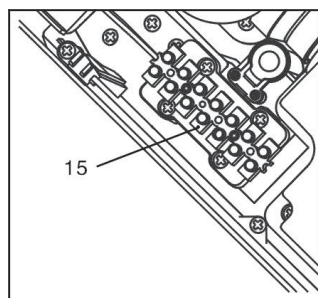

fig.4
7. Collegare il cavo di alimentazione alla morsettiera dove indicato (vedi fig.4).